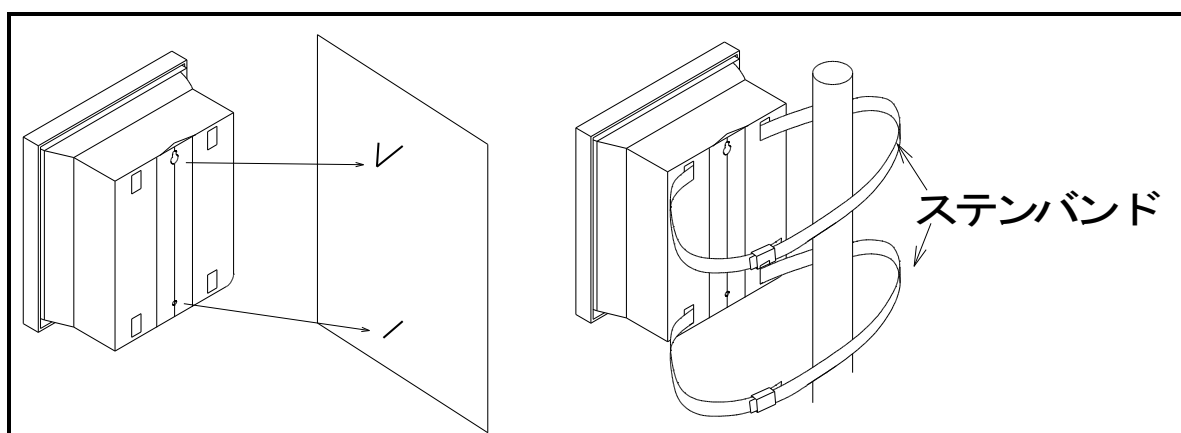

図1-5 固定方法
- ポールなどに固定する場合は、バンドなどで固定して下さい。(図 1-5)